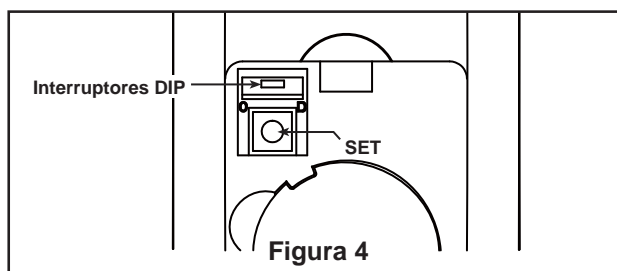

Figura 4
3. Presione hacia arriba el anillo de la cubierta de tornillos para ocultar los tornillos. Así, las pestañas de montaje se coloquen en las ranuras con muescas ubicadas en la cubierta del techo entre los tornillos. (Figura 4)
4. Monte el carcasa de la cubierta del interruptor en la cubierta interior interruptor girándolo en el sentido de las agujas del reloj. (Figura 4)
Instale el conector de 2 clavijas desde kit de iluminación conexión a la unidad del motor. (Figura 4)
6. Configuración del mando a distancia y proceso de configuración de la velocidad (RPM): (Figura 4)